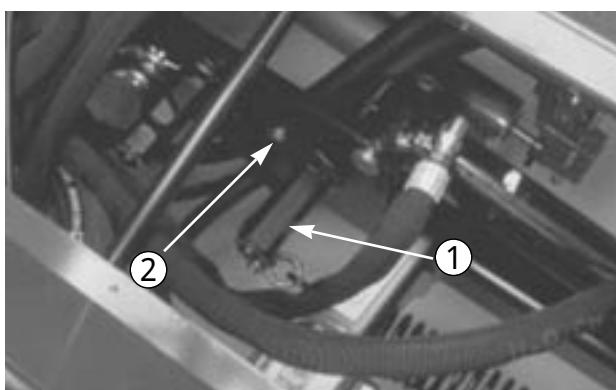

図32
3. スプリング・プラケット（図32）の6角シャフトにスパナを当てる。